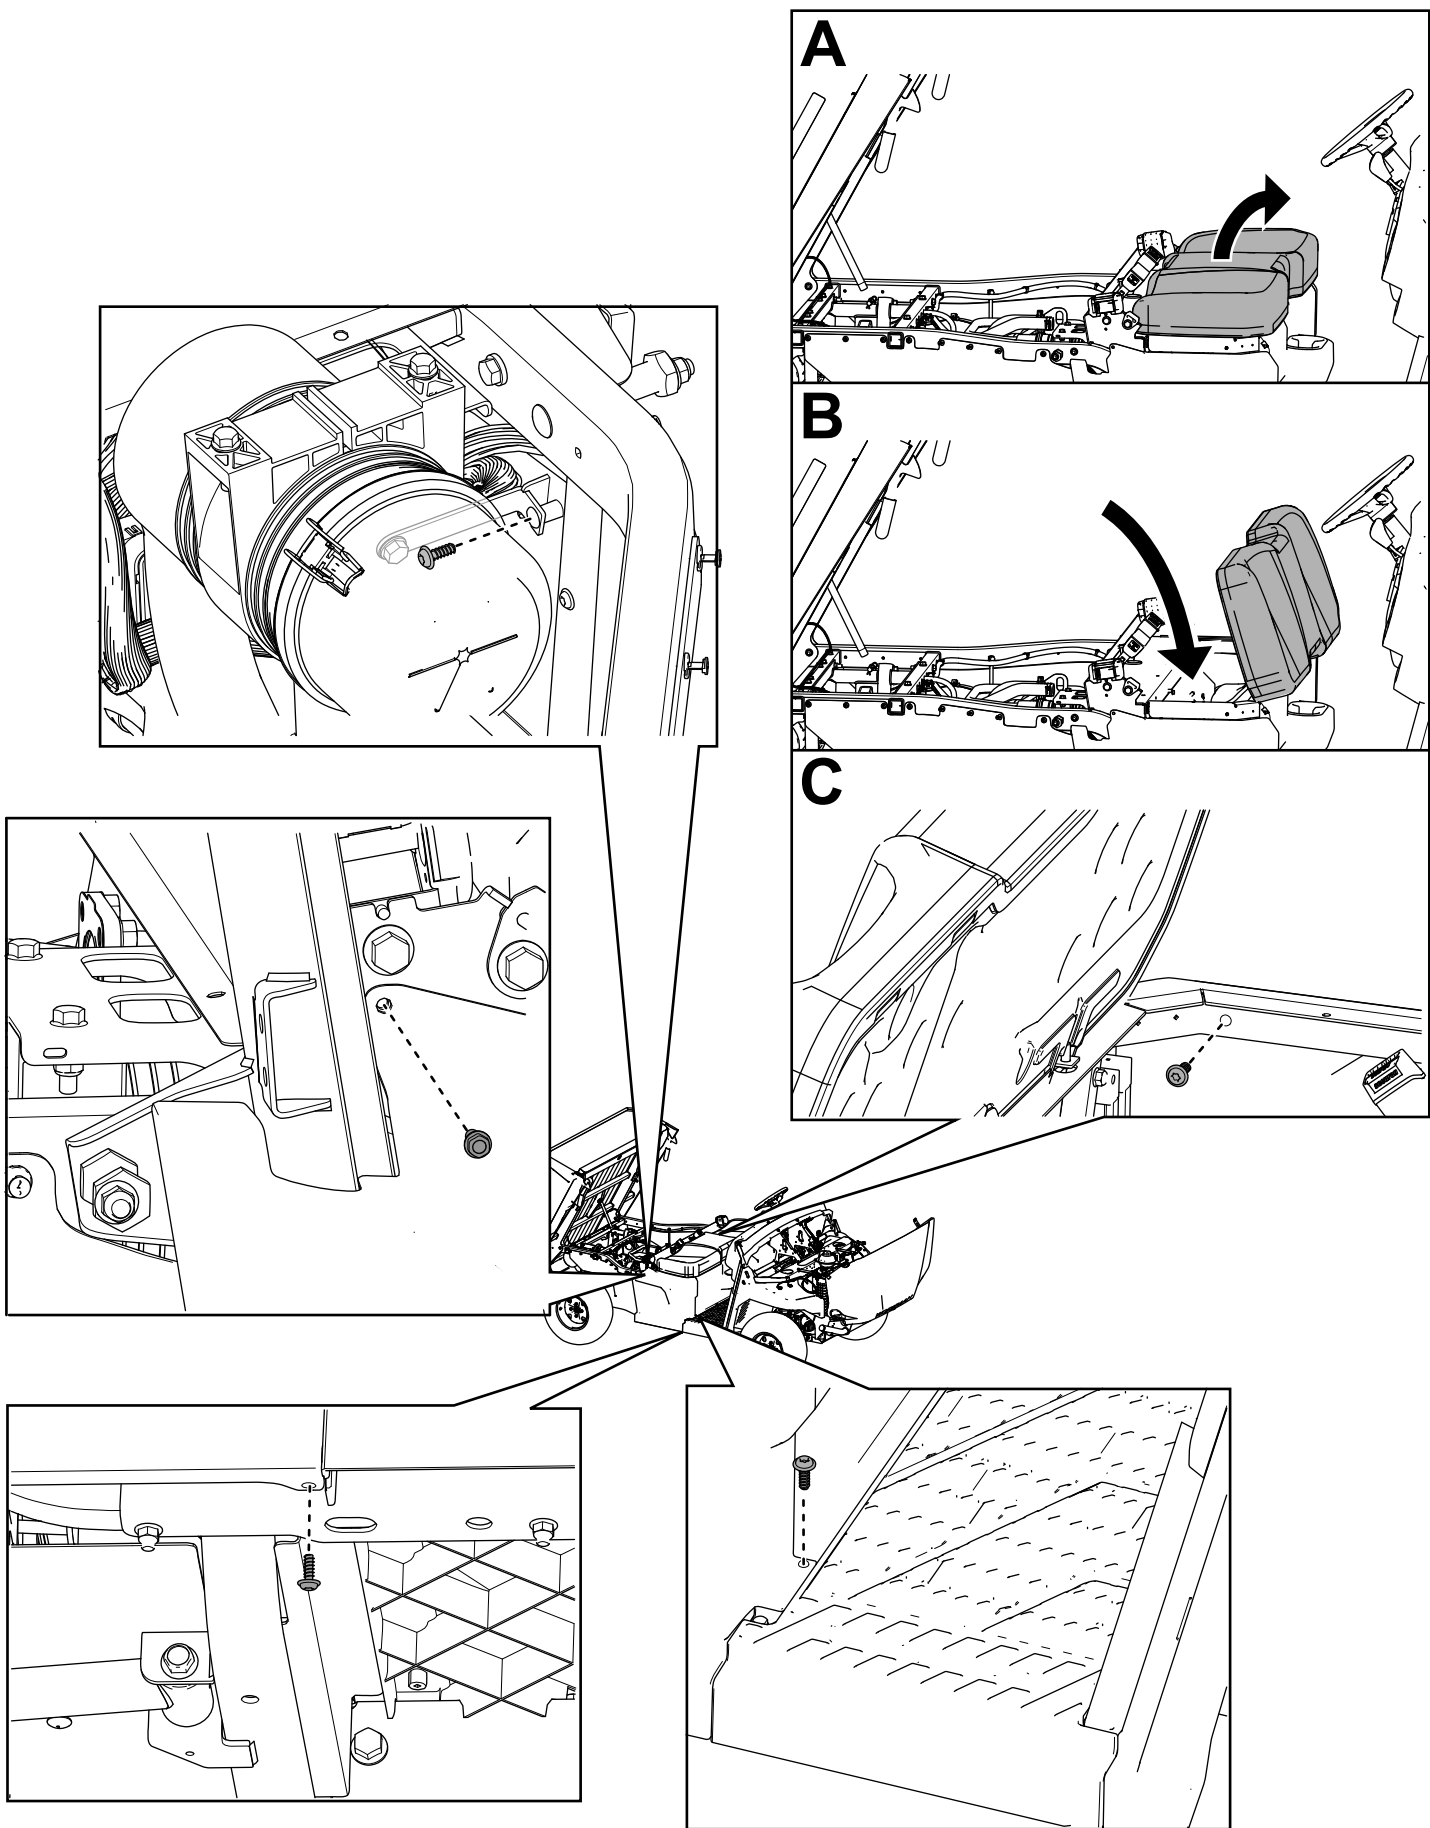

Figure 34
22. Fixez les panneaux droit et gauche de la base du siège à l'aide des boulons à tête hexagonale à embase ($\frac{1}{4}$ x $\frac{3}{4}$ po) retirés précédemment, comme montré à la Figure 34.